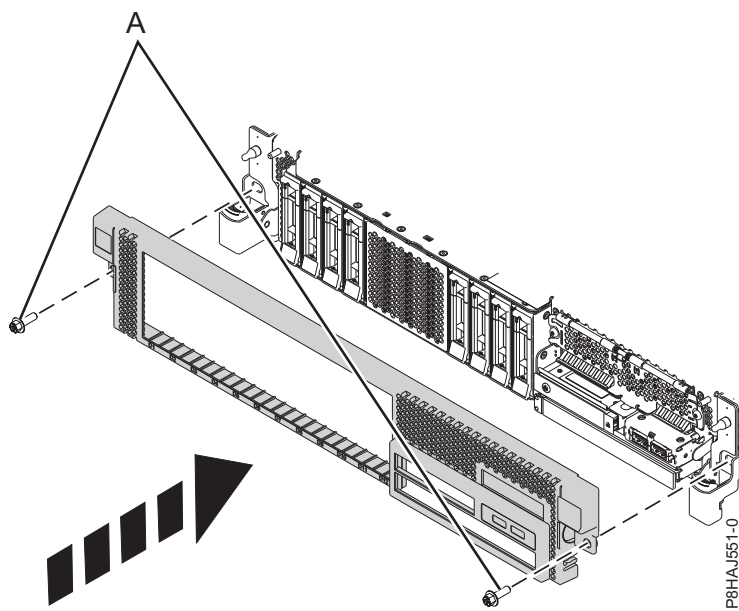

Figura 30. Instalación de la cubierta frontal
3. Cierre los pestillos de liberación empujando en la dirección que se muestra en Figura 30 en la página 50. La cubierta se insertará en su posición y dispone de una hendidura que le permite sujetarla más fácilmente.
4. Sustituya los tornillos de envío (A).